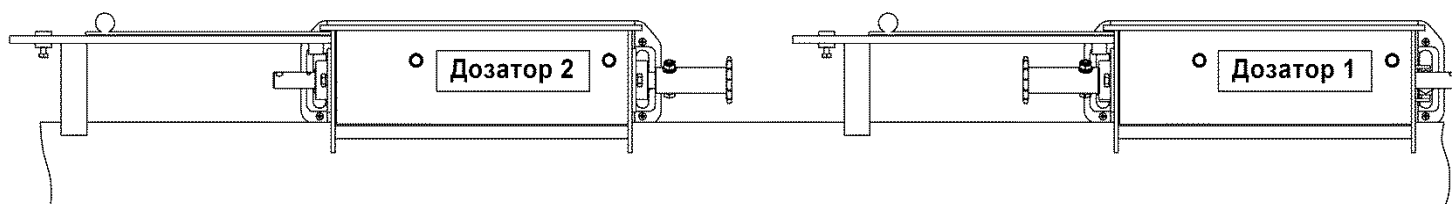

Рис.4 Идентификация высевающих аппаратов
4.5. На наружные стенки высевающих аппаратов, в очередности по ходу движения посевного комплекса, наклеить идентификационные надписи "Дозатор 1" и "Дозатор 2" рис.4, предварительно тщательно очистив и обезжирив поверхность.